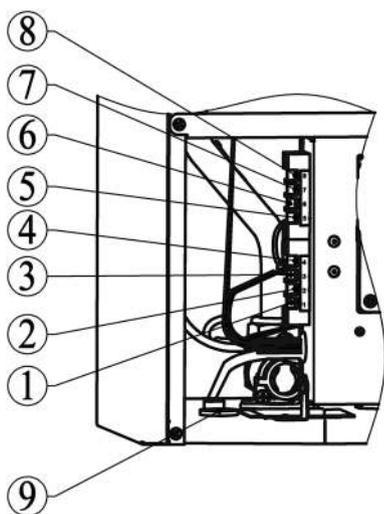

Рис. 11. Подключение дополнительных устройств
- удалить перемычку между клеммами 1 и 2 на колодке блока управления (рисунок 11);
- продеть двухпроводной кабель, идущий от термостата, через проходную муфту 9 в корпусе и подключите его к клеммам 1 и 2 (рисунок 11);
- продеть двухпроводной кабель, идущий от датчика, через проходную муфту 9 в корпусе и подсоедините его к клеммам 3 и 4 (рисунок 11);
- удалить перемычку между клеммами 1 и 2 (рисунок 11);
- продеть двухпроводной кабель, идущий от выносной панели, через проходную муфту 9 в корпусе и подключите его к клеммам 1 и 2 (рисунок 11);
- Продеть двухпроводной кабель, идущий от термостата БКН, через проходную муфту 9 в корпусе котла и подсоедините его к клеммам 5 и 6 (рис. 11);
- Продеть двухпроводной кабель, идущий от датчика температуры БКН, через проходную муфту 9 в корпусе котла и подсоедините его к клеммам 7 и 8 (рис. 11);